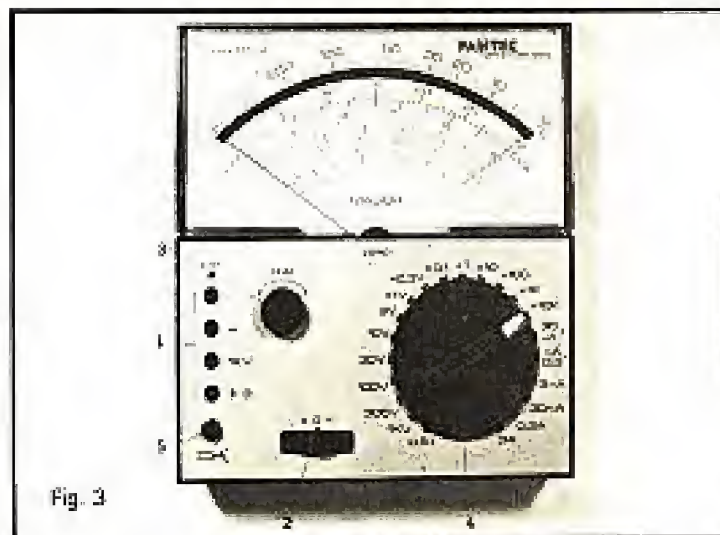
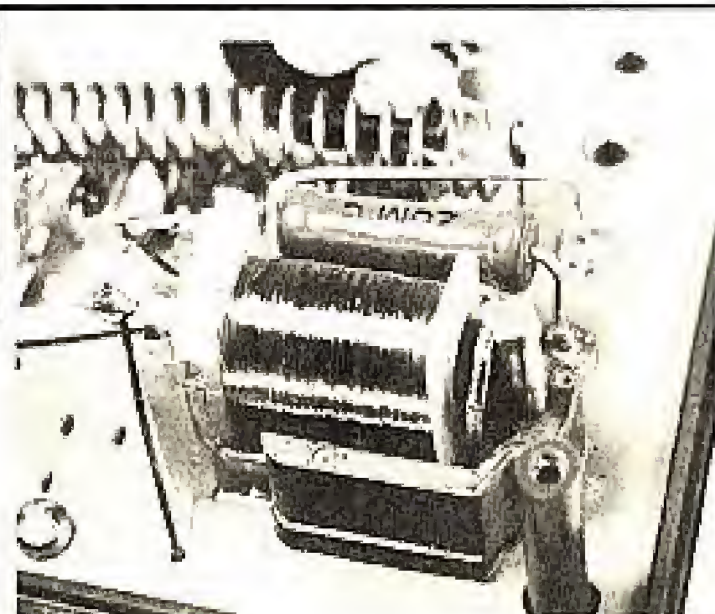

Fig. 3
Fig. 7
Comme pour le modèle MINOR, nous nous reportons à la photographie de façade, donnée en figure 3, et dont les références correspondent à l'énumération ci-dessous :
Fondamentalement, la partie multimètre proprement dite, n'est évidemment pas fondamentalement différente. Pour les mesures en alternatif, le redressement est toutefois plus élaboré, à l'aide du pont de quatre diodes AA 112. Autour du galvanomètre, on trouve un dispositif de protection assez complexe, mettant en jeu, notamment, deux transistors de type BC 238C, associés à un relais électromécanique. En cas de surcharge, ce relais libère un contact qui coupe la ligne aboutissant à la borne «+» (ligne pointillée sur le schéma de la fig. 4). Il faut, pour réarmer, enfoncer le poussoir PO (référence (5) de la fig. 3), qui referme alors le contact. Sur la photographie de la figure 7, on peut voir le